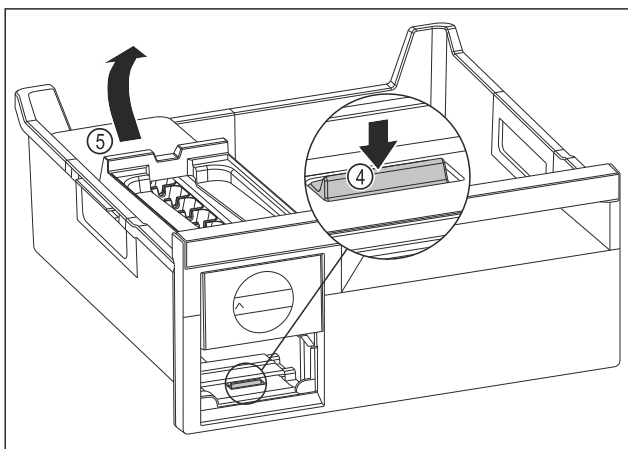

Fig. 111
- ▶ Вийняти корпус EasyTwist-Ice: натиснути накладку Fig. 111 (4) пальцем вниз і одночасно підняти корпус EasyTwist-Ice Fig. 111 (5) ззаду іншою рукою.